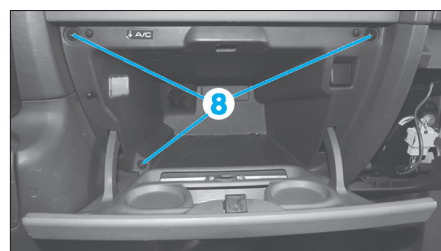

Fig. 6
- A l'aide d'un Torx de 20, déposer les trois vis (8) (Fig.6).